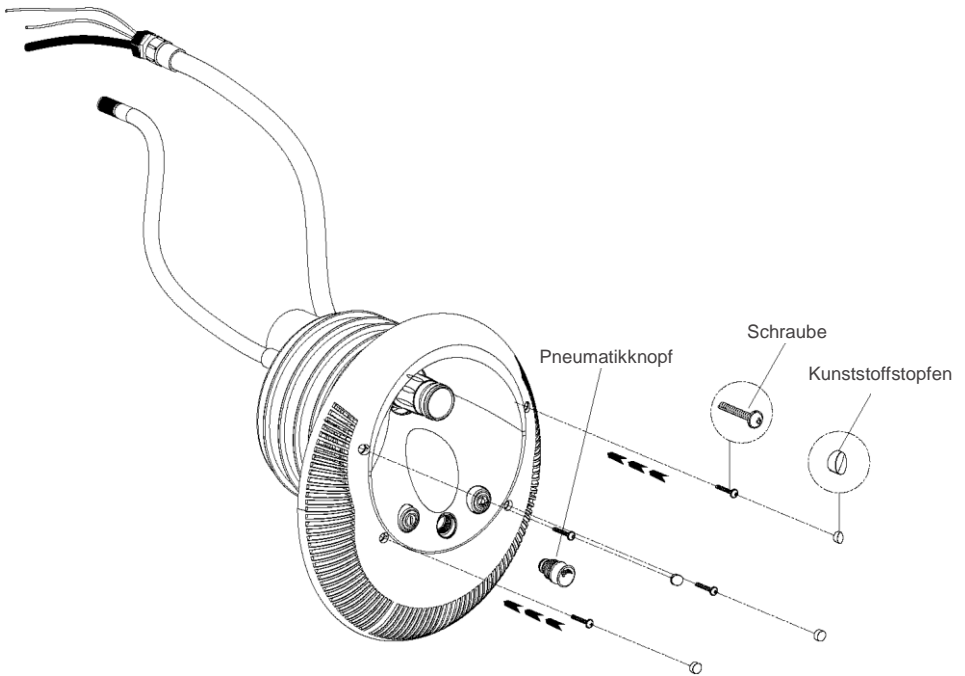

Abb. 12
- 4) Bringen Sie die Außenschale auf dem Stützrahmen an, befestigen Sie sie mit 4 M5-Schrauben und verschließen Sie dann das Schraubenloch mit Kunststoffkorken (Abb. 12).